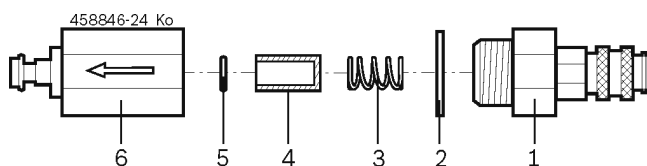

Рис. 45. Замена сменного элемента фильтра
2. Чтобы ослабить и полностью раскрутить резьбовые соединения (рис. 45, поз. 1 и 6), используйте два гаечных ключа.
3. Извлеките плоское уплотнительное кольцо, пружину, сменный элемент фильтра и уплотнительное кольцо (рис. 45, поз. 2, 3, 4, 5).